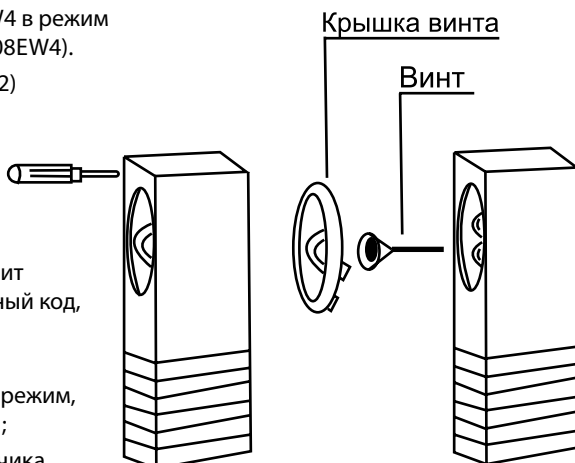

Рис. 2
2. Снимите крышку датчика (Рис. 2) и вставьте элемент питания, соблюдая полярность;